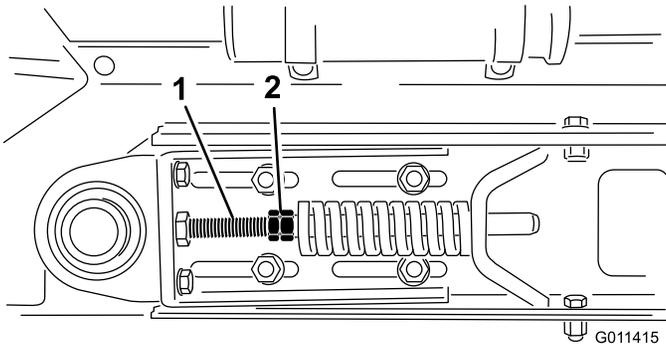

図 31
- 3. テンションロッドのジャムナットとナットをゆるめて、スプリングの張りをなくす (図 31)。